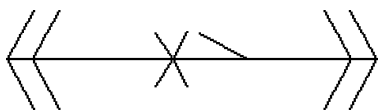

图 15-143 绘制并移动倾斜直线
(9) 单击“默认”选项卡“修改”面板中的“移动”按钮, 将第(8)步绘制的直线向右平移9, 如图15-143所示。